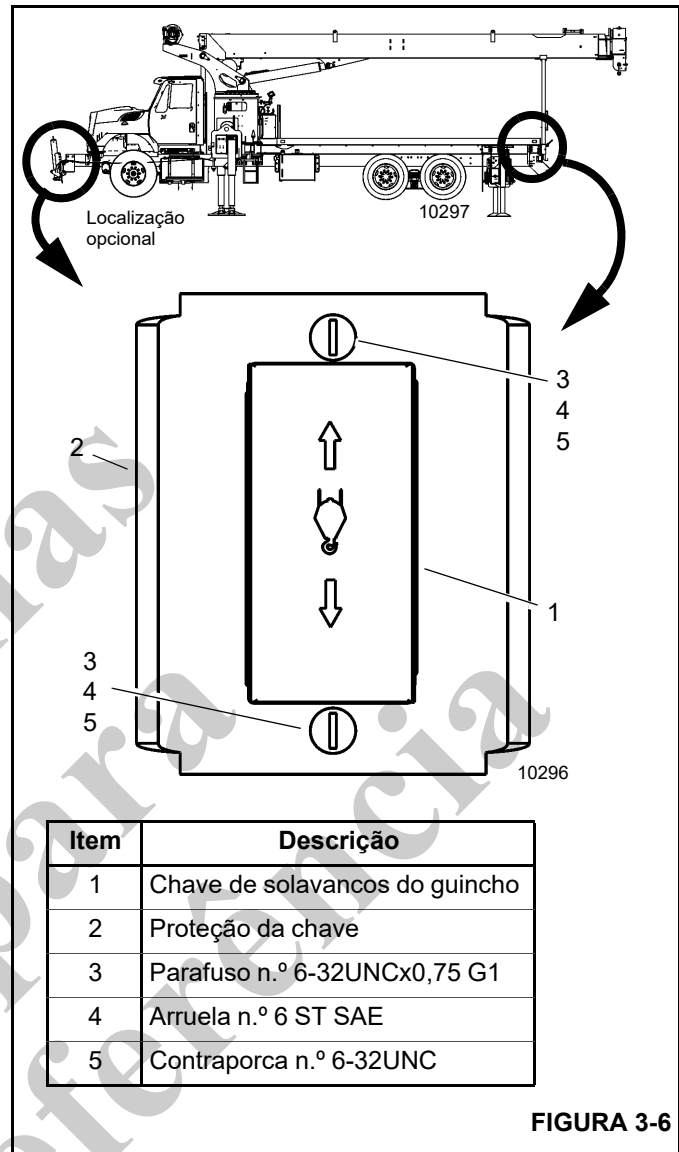

FIGURA 3-6
A chave de solavancos do guincho (1, Figura 3-6) e a proteção da chave (2) estão localizados no canto traseiro direito (padrão) ou no para-choque dianteiro (montagem no trator) do caminhão. Use a chave de solavancos do guincho como um auxílio para armazenar e retirar do armazenamento o moitão.